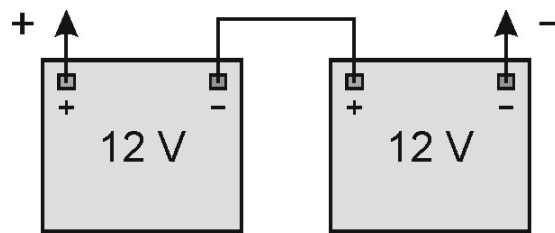

Рисунок 23
12.2.6 Підімкніть нові акумуляторні батареї відповідно до схеми, що наведена на рис. 23.